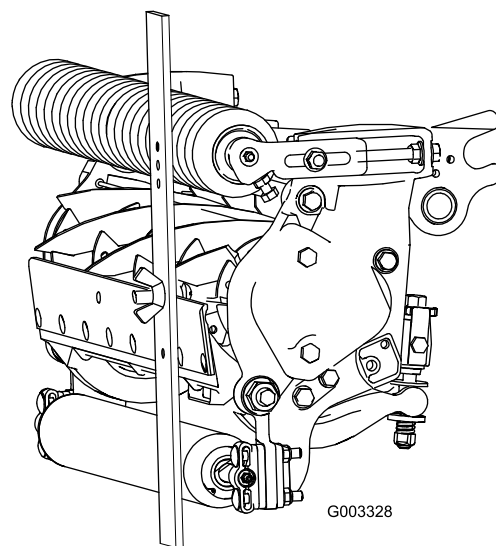

図 25
3. ゲージバーのネジ頭を下刃の切っ先に引っかけ、バーの後端を後ローラに当てがう 図 25。
4. バーの前端がローラに当たるように、調整ネジで調整する 図 25。ローラ全体が下刃と平行になるように、ローラの両側を均等に調節する。